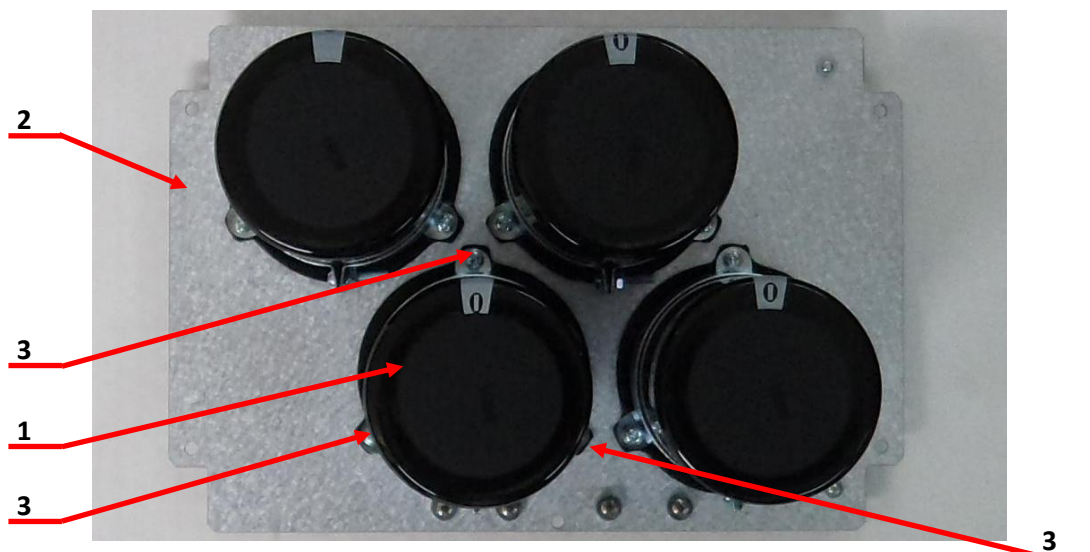

Рис.7.5
7.2.2. Установить конденсатор поз.1 на панель поз.2 и закрепить винтами поз.3 (рисунок 7.5).